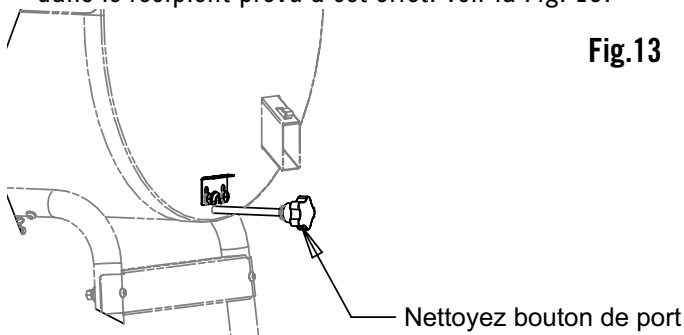

Fig.13
2. Soulever le système de blocage de la tige et tirer le bouton de la tige de nettoyage pour vider les cendres dans le récipient prévu à cet effet. Voir la Fig. 13.